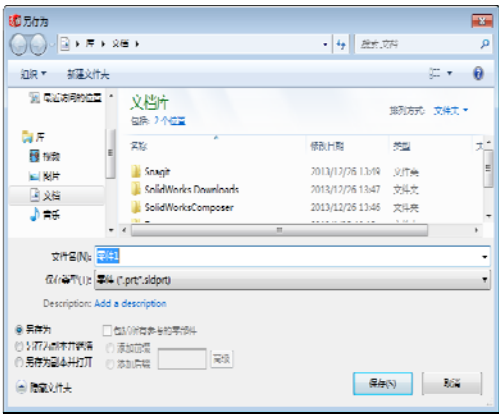

图 1-46 【另存为】对话框
- 04 单击【确定】按钮，选择【文件】|【另存为】命令，弹出【另存为】对话框，如图 1-46 所示，在【文件名】下拉列表框中输入“实例操作”，单击【保存】按钮，完成实例的操作。